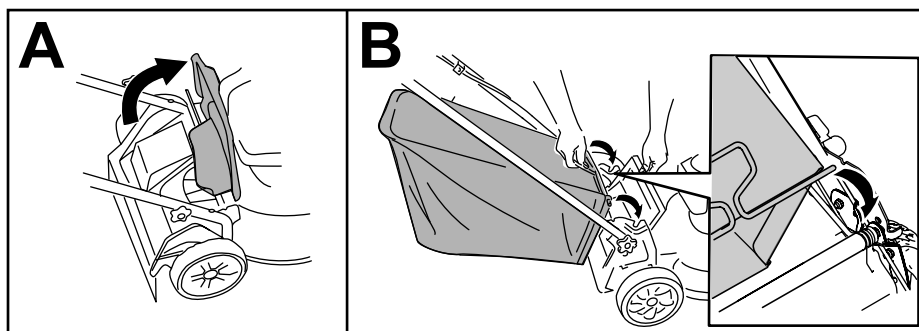

Figura 13
1. Ridicați deflectorul spate (A din Figura 13).
2. Introduceți capetele tijei sacului pentru iarbă în canelurile de pe consolele mânerului (B din Figura 13).